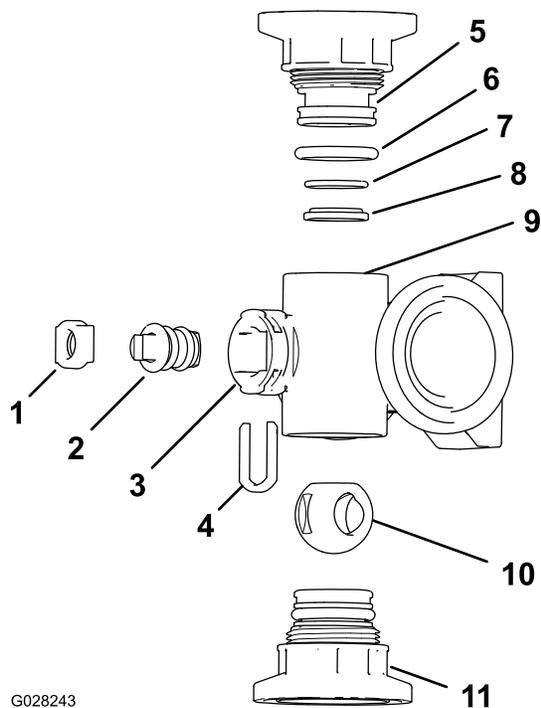
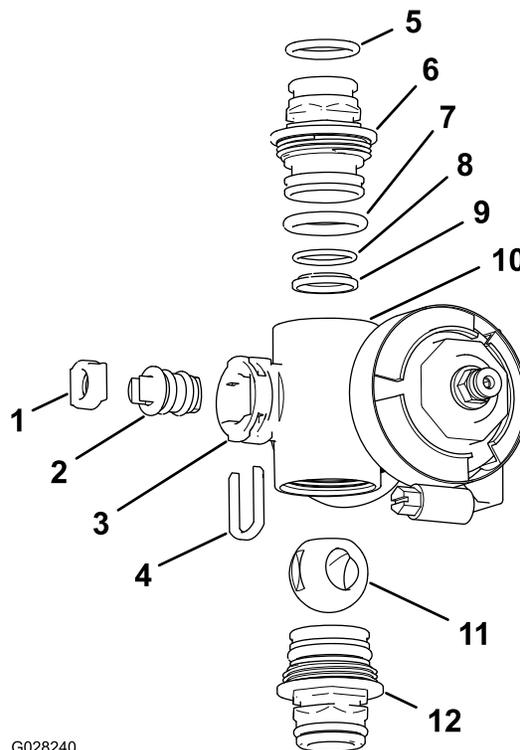

Figura 110
Figura 111
2. Retire o conjunto das duas uniões de cada extremidade do corpo do coletor (Figura 110 e Figura 111).
4. Retire a fixação da haste das ranhuras na porta da haste no coletor (Figura 110 e Figura 111).
5. Retire a fixação da haste e o encaixe da haste da válvula do coletor (Figura 110 e Figura 111).
6. Do corpo do coletor, retire o conjunto da haste da válvula (Figura 110 e Figura 111).
1. Verifique o estado dos anéis de retenção da união da saída (**apenas coletor da válvula de secção**), dos anéis de retenção do tampão, dos anéis de retenção de encaixe posterior, do encaixe da esfera para ver se há danos ou desgaste (Figura 110 e Figura 111).
2. Aplique lubrificante na haste da válvula e insira-a no encaixe da haste da válvula (Figura 110 e Figura 111).
3. Instale a haste da válvula e o encaixe no coletor e fixe a haste e o encaixe com a fixação da haste (Figura 110 e Figura 111).
4. Certifique-se de que o anel de retenção de encaixe posterior e o encaixe da esfera estão alinhados e encaixados na união do tampão (Figura 110 e Figura 111).
5. Instale o conjunto da união do tampão no corpo do coletor até a flange da união do tampão toque no corpo do coletor e, em seguida, rode a união do tampão mais $\frac{1}{8}$ a $\frac{1}{4}$ de volta (Figura 110 e Figura 111).